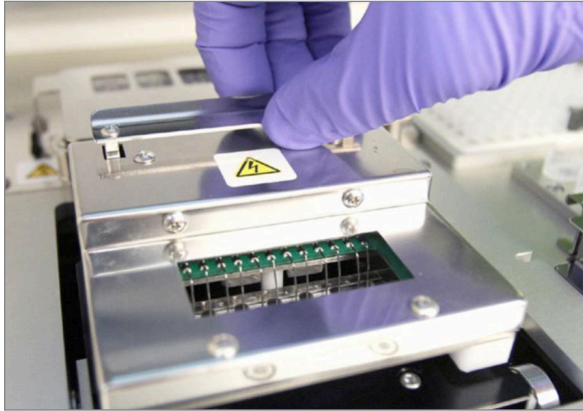

FIGURA 5.29: extracción de la unidad tras realizar un ciclo
19. Para extraer la unidad una vez finalizado el ciclo, tire del pasador, ubicado en la parte superior del dispositivo, hacia arriba y hacia la parte delantera del sistema con el dedo, tal y como se muestra en la **FIGURA 5.29**.